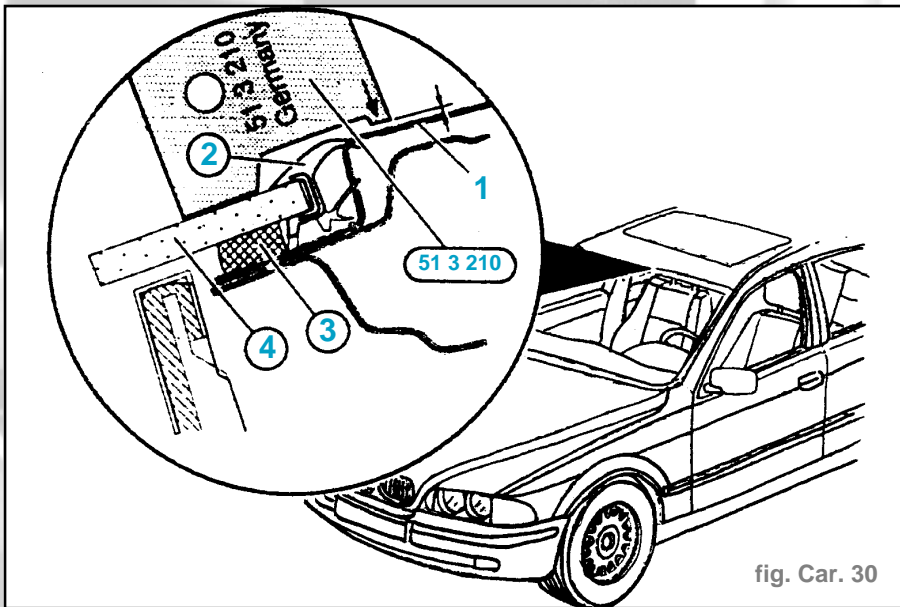

fig. Car. 30
- (A) **10 mm**
- (B) **8 mm**
- (C) **8 mm**
- S'assurer lors de la pose du pare brise (4) que celui-ci se trouve bien en retrait par rapport à la carrosserie (1).
- Si ce n'est le cas, la contrainte exercée sur la lèvre d'étanchéité (2) est trop faible et des sifflements risquent d'apparaître pendant la marche. Contrôler avec l'outil spécial **51 3 210** au centre du véhicule, la position de montage du pare-brise (4). La côte (a) ne doit pas dépasser la valeur précisée ci-dessous (fig. Car. 30).
- (A) = **0 à 1,5 mm**
- (A) = **0 à 0,6 mm**